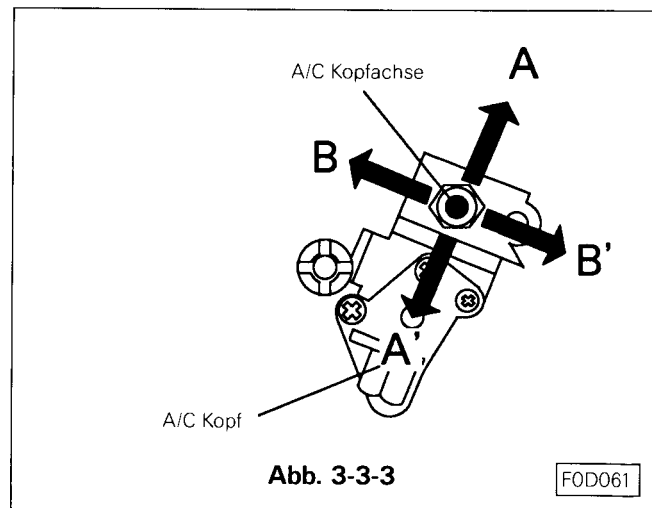

Abb. 3-3-3
- Durch leichtes drücken an der A/C Kopf Achse diese in die Richtung A und A' (siehe Pfeile) in der Abb. 3-3-3 bringen und sicherstellen, daß nach dem Loslassen das Maximum der Amplitude sich nicht verändert.
- Hat sich die Amplitude verändert, die Höheneinstellmutter a so einstellen, daß die Ausgangsamplitude Maximum bekommt. Die A/C Kopfachse leicht in die Richtung B und B' (siehe Pfeile in Abb. 3-3-3) bewegen und kontrollieren ob die Ausgangsamplitude Maximum ist.